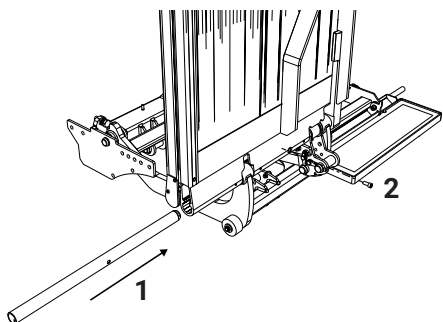

Bild 14. Skjut in axeln och lås
8. Skjut in in axeln så att den ligger i kant med andra änden av bryggan se Bild 14:1.
9. Passa in skruven (bifogas), se Bild 14:2, för att låsa axeln.